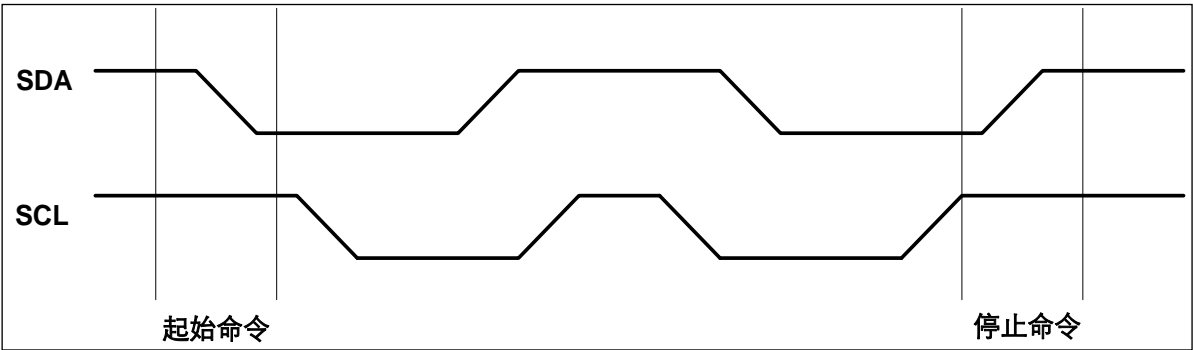

图 9-4 起始 (Start) 与停止(Stop)命令定义
**起始命令:** 当 SCL 为高, SDA 由高到低的变化被视为起始命令, 必须以起始命令作为任何一次读/写操作命令的开始 (参见图 9-4)。
**停止命令:** 当 SCL 为高, SDA 由低到高的变化被视为停止命令, 在一个读操作后, 停止命令会使 EEPROM 进入等待态低功耗模式 (参见图 9-4)。